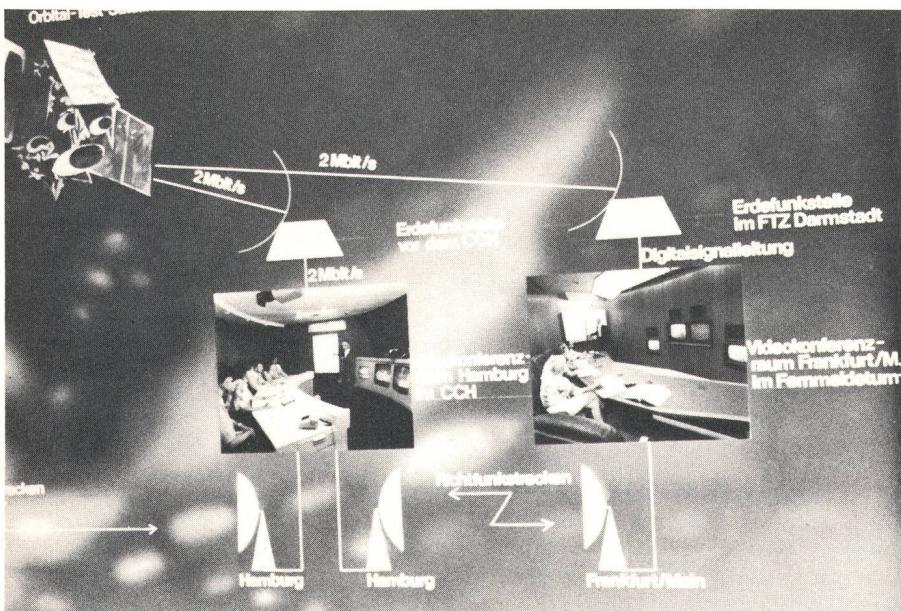

Fig. 5
*Schwarz-Schilling*, trat bei der Eröffnung der Ausstellung der Deutschen Bundespost im Rahmen der IFA (Fig. 3) auf. Er nahm den Telefon-Bildschirmtextdienst in Betrieb (der nach dem CEPT-Standard allerdings wegen Verzögerungen in der Bereitstellung des Systems praktisch erst gegen Mitte 1984 voll betriebsbereit sein wird) und eröffnete die erste Videokonferenz (Fig. 4), die zwischen dem Videokonferenzraum in der Ausstellung und Frankfurt stattfand (Fig. 5).